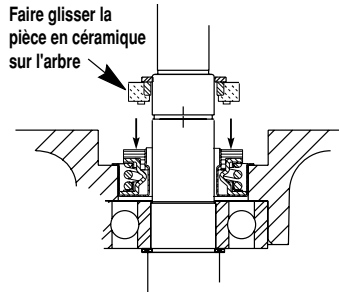

Figure 2
3. Glisser sur l'arbre un demi-joint rotatif neuf (Figure 2).